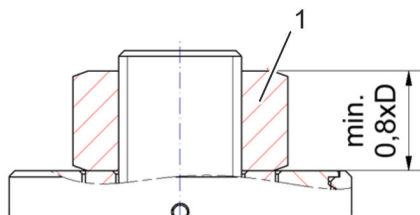

Fig. 30: dado di serraggio del cliente
Il cilindro di serraggio PSEF viene utilizzato con un dado di serraggio del cliente (Fig. 30/1).
Il ricoprimento della filettatura del dado di serraggio avvitato (Fig. 30/1) sulla vite da stringere dev'essere pari ad almeno $0,8 \times D$ (D: diametro della filettatura).
1. ➡ Avvitare il dado di serraggio del cliente (Fig. 30/1).